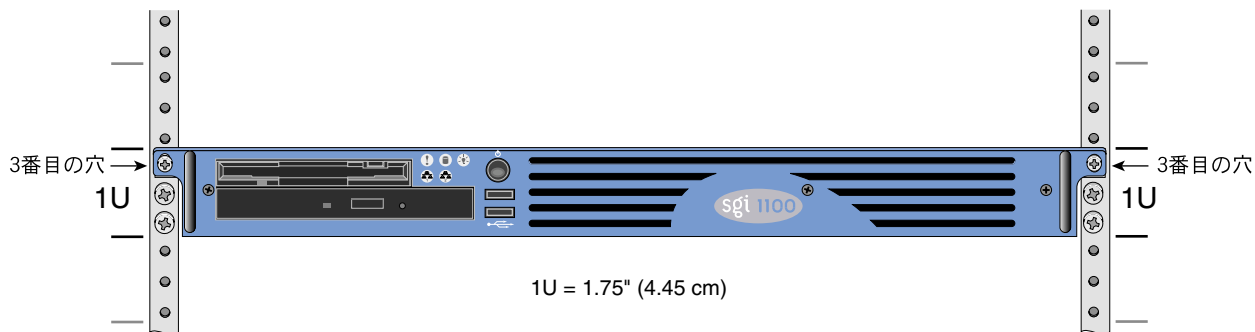

図2-1 ラック垂直レールの取り付け穴のパターン
SGI ラックの4つの垂直レールには、図2-1に示すように取り付け穴が配列されています。
4. 2つの 10-32 x 0.5 インチネジ（表 2-2 参照）を使って、SGI 1100 Server 本体をラックの U ナット（図 2-1 参照）に固定します。